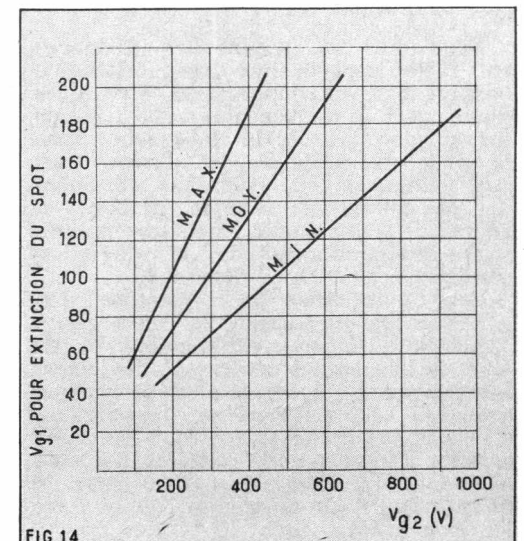

FIG. 14
Voir courbe (fig. 14) (4)
Voir courbe (fig. 14) (5)